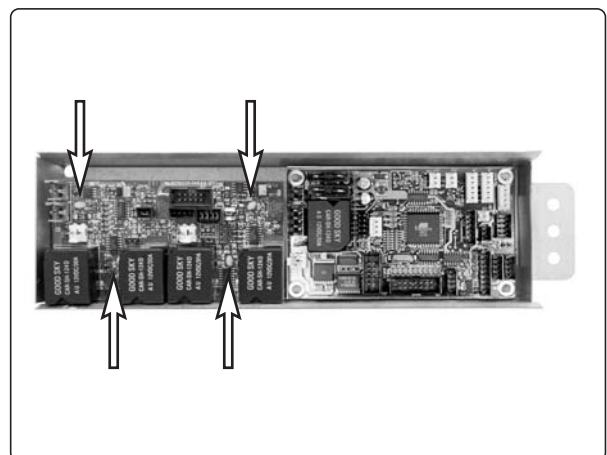

Abb. 47. Die Platine ist mit vier Kunststoffclips befestigt.
8. Nehmen Sie die Platine aus dem Gehäuse. Sie ist mit vier Kunststoffclips befestigt, siehe Abb. 47.